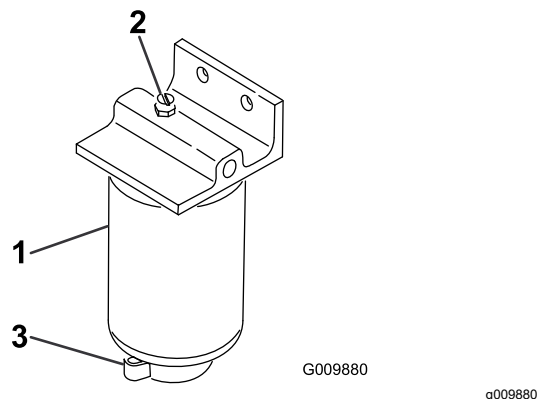

Figura 49
2. Liberte a válvula de escoamento que se encontra na zona inferior do recipiente do filtro (Figura 49).
1. Limpe a zona de montagem do recipiente do filtro (**Figura 49**).